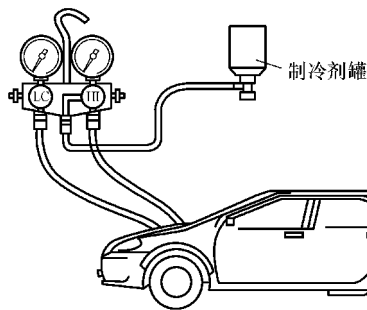

图 7-25 从高压端充注制冷剂
- 3) 打开高压端手动阀至全开位置, 如图 7-25 所示, 将制冷剂罐倒立, 以便从高压端充注液态制冷剂。